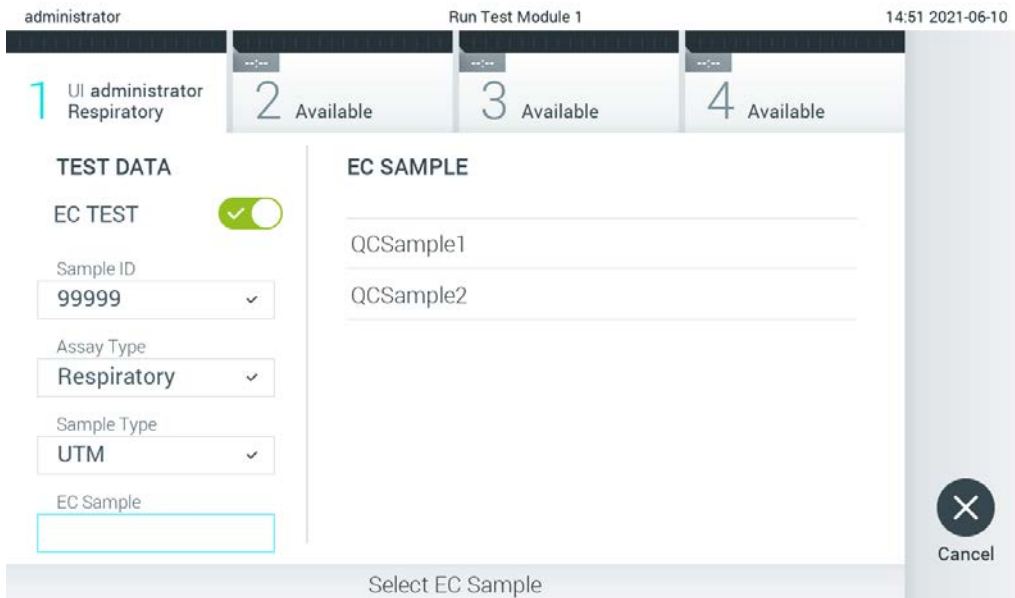

Рис. 91. Выбор пробы внешнего контроля (External control, EC).
6. Выберите соответствующую пробу внешнего контроля (External Control, EC) в списке. Отображаются только пробы внешнего контроля (External control, EC) для выбранного типа тест-системы (рис. 91, следующая страница).